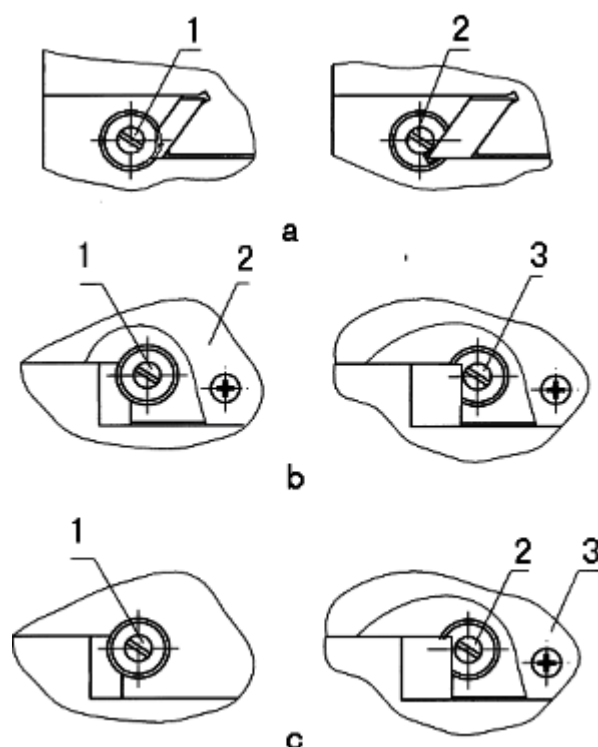

Рис.5
Регулировка продольного клина: сначала ослабьте винт (1) малого конца клина, затем отрегулируйте винт (2) большего конца клина в правильное положение, чтобы ощущалось небольшое сопротивление при перемещении стола, затяните винт (1) должным образом. (Рис. 5.a).
Регулировка поперечного клина: снимите защитную планку (2), ослабьте винт (1) на одном конце клина, отрегулируйте винт (3) на другом конце клина в правильное положение, чтобы ощущалось небольшое сопротивление при перемещении стола, установите защитную планку (2). (Рис. 5.b)
положение, чтобы ощущалось небольшое сопротивление при перемещении стола, установите защитную планку (3). (Рис. 5.c)